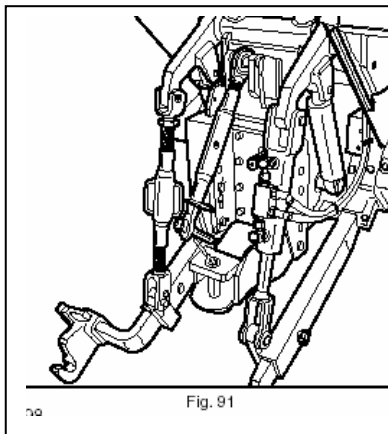

Fig. 91
**2 – Liftens hydrauliske løftestang i højre side.** For at joysticket kan bruges, skal den grønne knap (4/5 fig. 94) og den røde trykknop (4/1 fig. 88) være trykket ned. Når joysticket skubbes mod venstre (fig. 96) forlænges liftens hydrauliske løftestang (fig. 91), og når det skubbes mod højre, forkortes liftens løftestang.